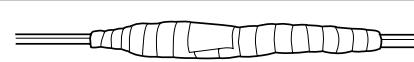

Figure 2
- Enveloppez la connexion de ruban adhésif plastifié pour la protéger. Voir la figure 2.